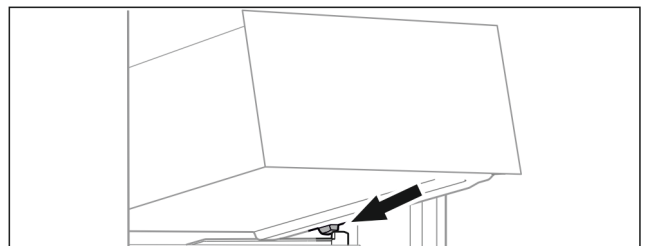

Fig. 132
- ▶ Schubfach schräg hinter den Stopperrn auf Behälterrippe aufsetzen. (siehe Fig. 132)